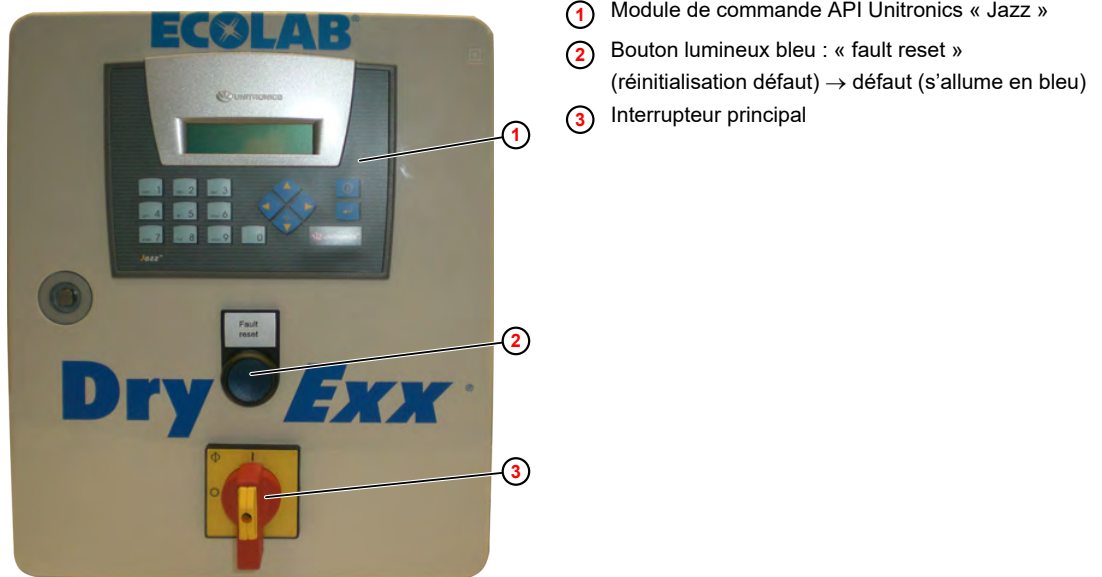

Fig. 9 : Mise en marche de DryExx® Small
1. ➤ Désactiver l'interrupteur principal (Fig. 9 , ③) sur l'armoire de commande.
2. ➤ Activer l'interrupteur principal (Fig. 9 , ③) sur l'armoire de commande.
3. ➤ Si nécessaire, appuyer sur la touche « Reset » (réinitialisation) (Fig. 9 , ②).